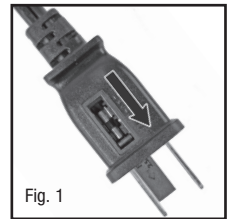

Fig. 1
- Faites glisser le couvercle du compartiment du fusible, situé sur le dessus de la fiche, vers les broches de la fiche. (Fig. 1)